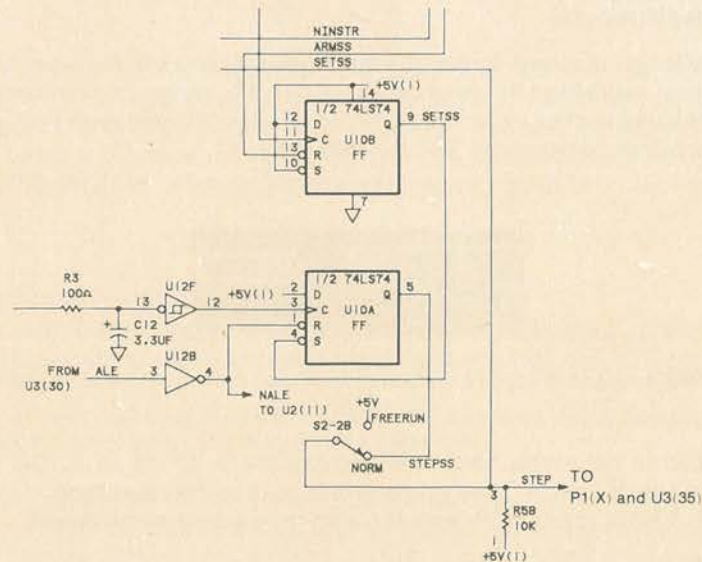

Figura 16-6. Circuito di controllo del single-step.
- B) Controllate ora il punto IC10-9 (Figura 16-6). Questo è il bit di controllo per la funzione single-step (passo passo). Se il livello logico di questa linea è 0 significa che il  $\mu$ Lab non si trova nel modo hardware step.